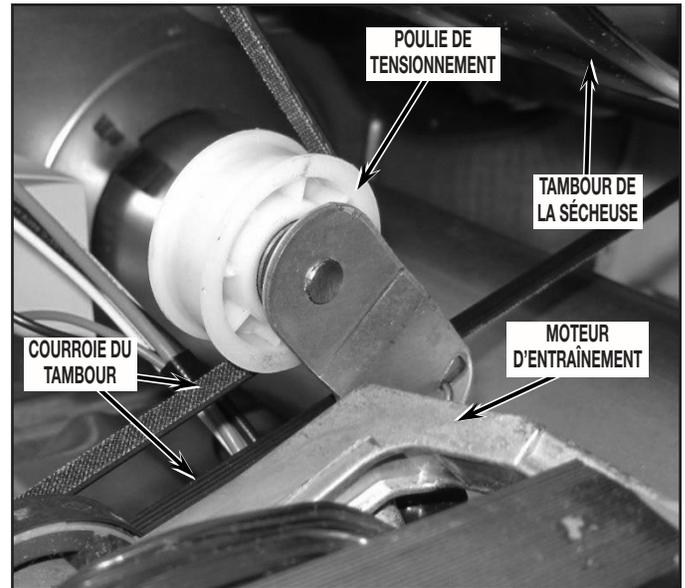

FIGURE 17
21. Extraire le tambour de la sécheuse : introduire un bras dans la sécheuse juste au-dessous du tambour, jusqu'à la face arrière du moteur d'entraînement; saisir la poulie de tensionnement et soulever la poulie pour supprimer la tension exercée sur la courroie; on peut alors séparer la courroie de la poulie du moteur et de la poulie de tensionnement. Au sujet de la dépose et de la réinstallation de la courroie, voir *Figure 17*.